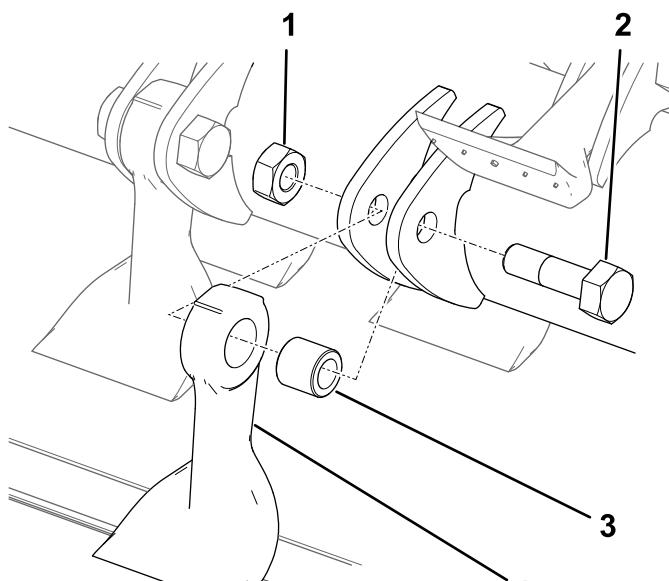

Figura 63
8. Sujeta la cuchilla con un trapo o un guante acolchado y retire la tuerca, el perno, el casquillo y la cuchilla (Figura 63).
10. Instale una cuchilla y casquillo nuevos con una tuerca nueva y un perno nuevo (Figura 63).